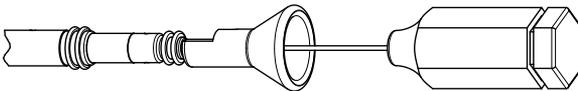

Figure 3. Insérer le mandrin
3. Introduire le mandrin choisi dans la broche terminale ou dans le guide mandrin le cas échéant (Figure 3 Insérer le mandrin en page 16).